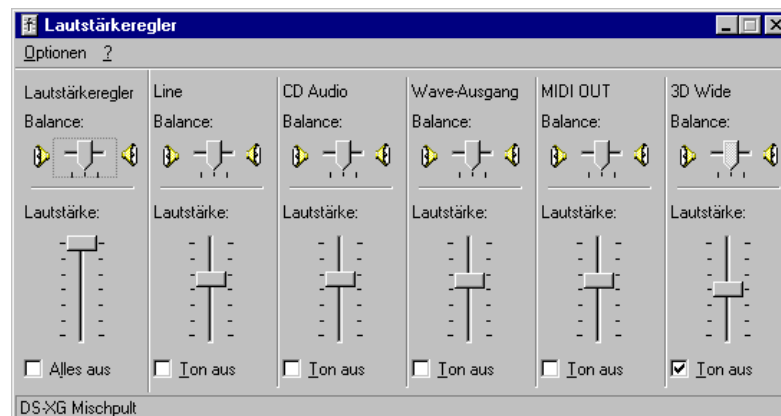

Abbildung 6-2: Der Mixer - Einstellen der Wiedergabe-Lautstärken
2. Nach einem Doppelklick auf dieses Symbol erscheint das DS-XG Mixer-Programm zum Einstellen der Lautstärke (siehe Bild 6-2 unten).